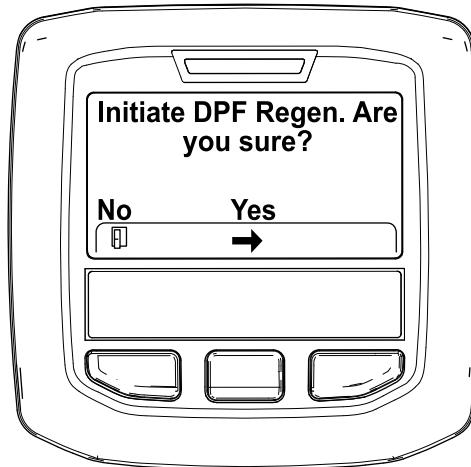

Figura 46
- Cuando aparezca el mensaje "Initiate DPF Regen. Are you sure?" (Iniciar regeneración de DPF, ¿está seguro), pulse el botón central (Figura 46).